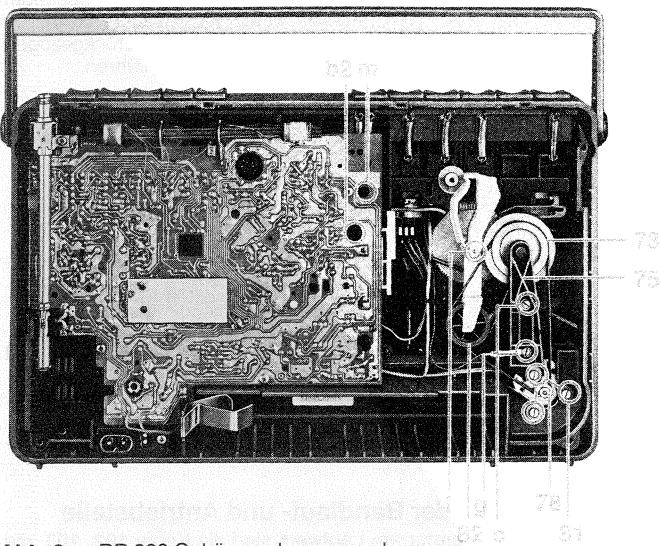

Abb. 3a RR 220 Gehäuserahmen aus dem Gehäuse-Vorderteil ausbauen
- RR 220: (Abb. 3a und 3b)
14. Motor ausbauen (Abb. 3a)
15. Schwungscheibe ausbauen (Abb. 3a)
(Abb. 3a)
17. Umspulhebel ausbauen (Abb. 3a u. 8)
18. Zählwerk (Abb. 3a u. 6a)